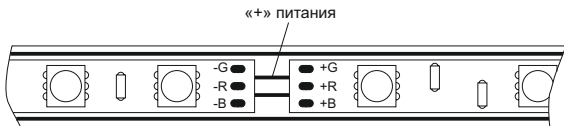

Рисунок 2
3.2.6 Полярность RGB ленты 220 В определять по маркировке контактных площадок «G», «R», «B», в месте соединения сегментов. Плюс питания «+» находится между площадками «G» и «R» (рисунок 2).